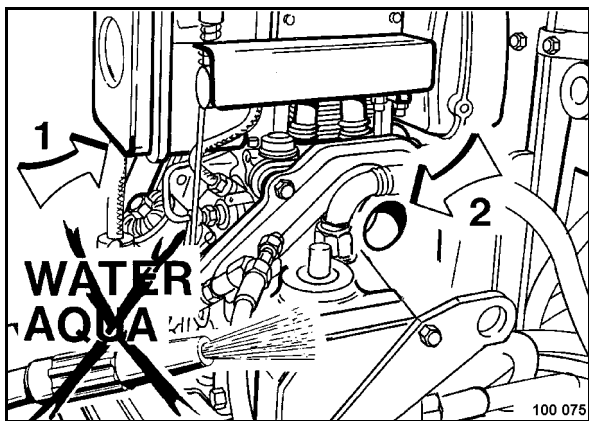

Рис. 54
Не направлять струю воды непосредственно в всасывание воздухоочистителя двигателя с сухим фильтрующим элементом, в выхлопную трубу (1) (Рис. 54) и в отверстие пусковой рукоятки (2).